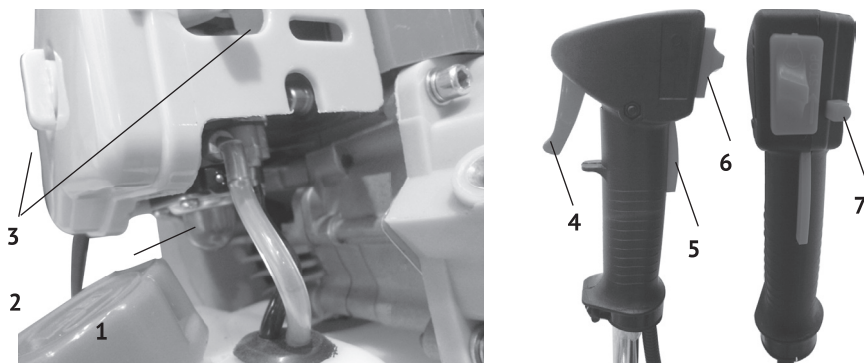

рис.8
- а) Переведите выключатель зажигания (рис.8 поз.6) в положение «СТАРТ»;
- б) 5-7 раз нажмите на кнопку насоса ручной подкачки топлива (праймер) (рис.8 поз.1), до тех пор, пока топливо не начнёт поступать обратно в бак по прозрачному
в) Переведите рычаг воздушной заслонки (рис.8 поз.2) вверх в положение «Полностью закрыта»;
г) Одновременно нажмите и удерживайте клавишу защиты от непроизвольного включения (рис.8 поз.5) и рычаг управления дроссельной заслонкой (рис.8 поз.4). Вдавите фиксатор оборотов двигателя (рис.8 поз.7), затем отпустите дроссельный рычаг и клавишу защиты от непроизвольного включения. **Фиксатор оборотов двигателя должен зайти в зацепление.**
д) Несколько раз (обычно 2-3) сначала плавно (выбирая свободный ход шнура стартера), а затем энергично потяните шнур стартера за рукоятку (рис.8 поз.3) до тех пор, пока не убедитесь, что двигатель запустился;
ж) Переведите рычаг воздушной заслонки (рис.8 поз.2) вниз в положение «Полностью открыта».
7.1.3 Запуск «горячего двигателя» При запуске прогретого двигателя нет необходимости полностью закрывать воздушную заслонку. Перед запуском прогретого двигателя установите рычаг воздушной заслонки (рис.8 поз.2) в положение «Частично закрыта» - среднее положение между «Полностью закрыта» и «Полностью открыта». Далее запускайте двигатель как указано выше в п.п.(г-ж).
- Отпустите рычаг управления дроссельной заслонкой (рис.8 поз.2).
- Переведите выключатель зажигания (рис.8 поз.6) в положение «СТОП».